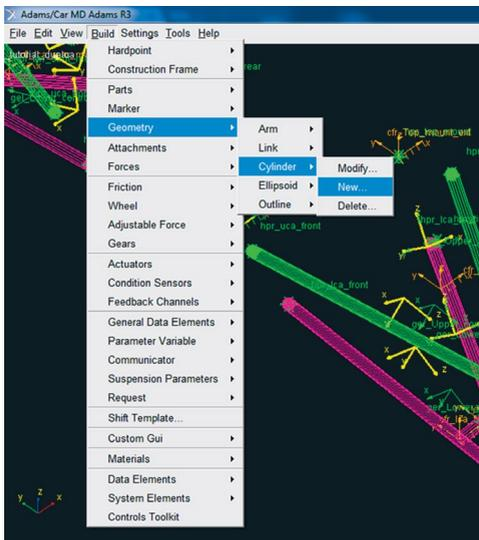

Figura 5.81 – Criação de uma geometria do tipo *Cylinder*.
- Acesse o menu *Build* → *Geometry* → *Cylinder* → *New*, associado ao *Construction Frame* (Figura 5.81).